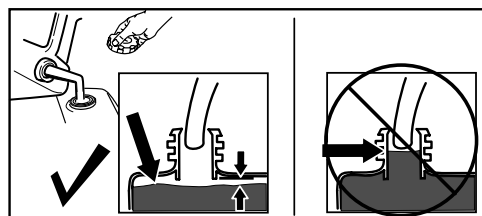

Рисунок 13
Заполняйте топливный бак, как показано на рис. **Рисунок 13**; не заполняйте выше нижнего уровня заливной горловины бака.
- Удалите посторонние предметы с разгружающего спуска; см. раздел Чистка засоренного разгружающего спуска \(страница 17\). Никогда не очищайте руками разгружающий спуск (Рисунок 13), а в случае попадания в него посторонних предметов используйте специальное приспособление для очистки от снега.